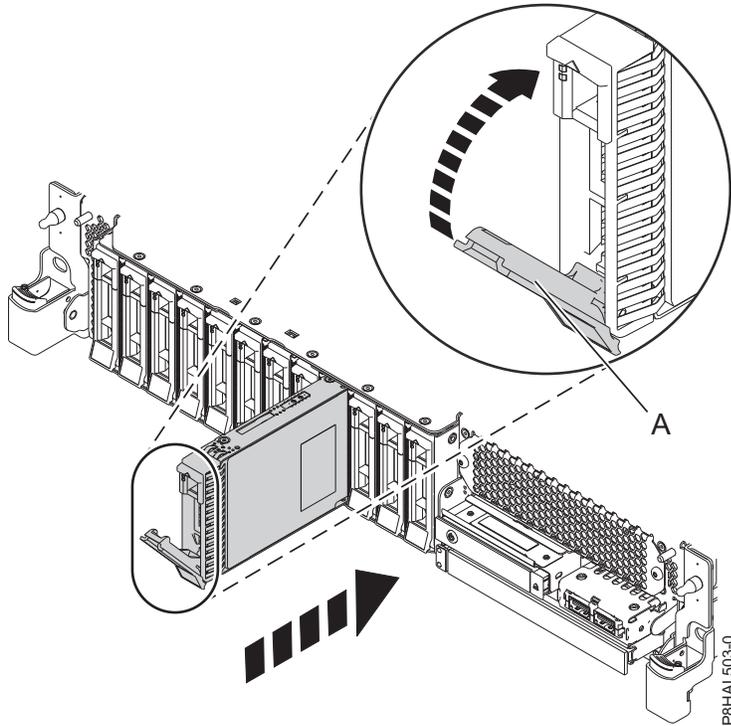
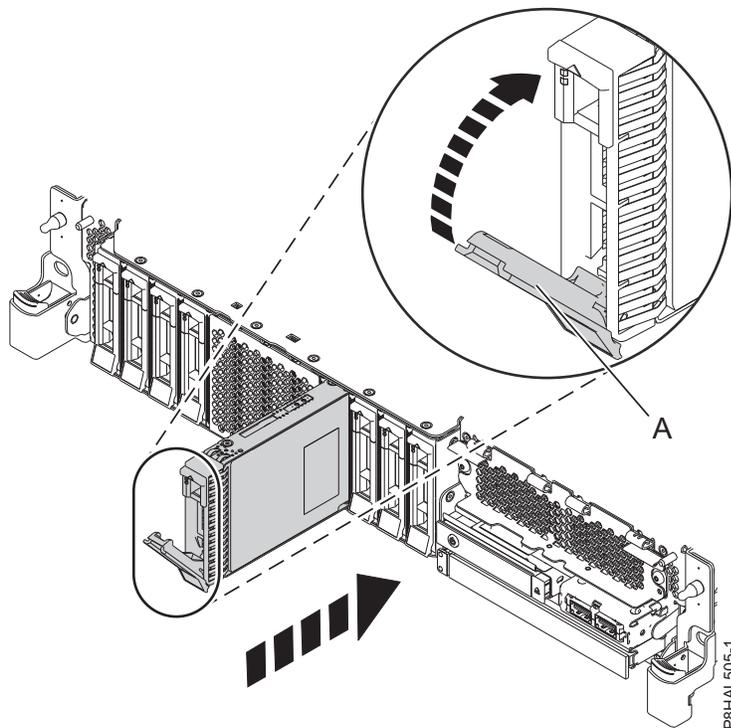

Figura 66. Substituir uma unidade de disco num sistema de função base
Figura 67. Substituir uma unidade de disco num sistema de função expandida
4. Desbloqueie a pega do compartimento de unidade (A) apertando-a e puxando-a para fora. Se a pega não estiver completamente fora, a unidade não deslizará para dentro do sistema. Consulte a Figura 66 na página 73 e a Figura 67 na página 73.
9. Quando o LED identificador permanece ligado, deslize a unidade completamente para o sistema e empurre a pega da unidade (A) até bloquear, como mostrado na Figura 66 na página 73 e a Figura 67 na página 73.